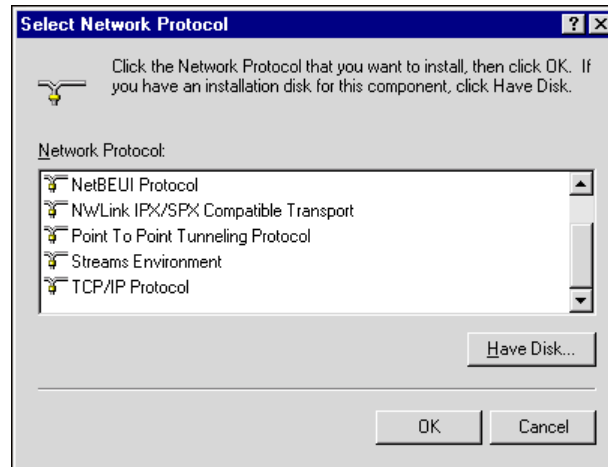

Figure 7. Boîte de dialogue de sélection d'un protocole de réseau
- e. Si TCP/IP n'est pas dans la liste des protocoles installés, cliquez sur Ajouter. La boîte de dialogue Sélection d'un protocole de réseau s'ouvre (figure 7).